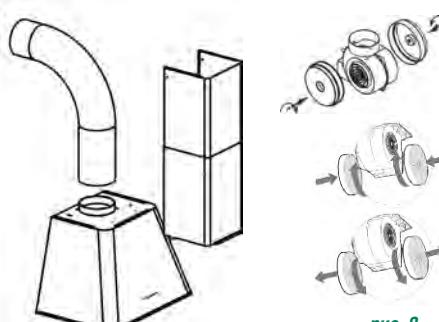

рис. 7
6.3 В зависимости от режима эксплуатации кухонной вытяжки соедините вентилятор с вентиляционной решеткой воздуховодом (рис. 7) или установите на вентилятор угольные фильтры. Угольные фильтры устанавливаются на защитные решетки корпуса вентилятора (рис.8).
6.4 Установите фальштрубы (рис. 7).